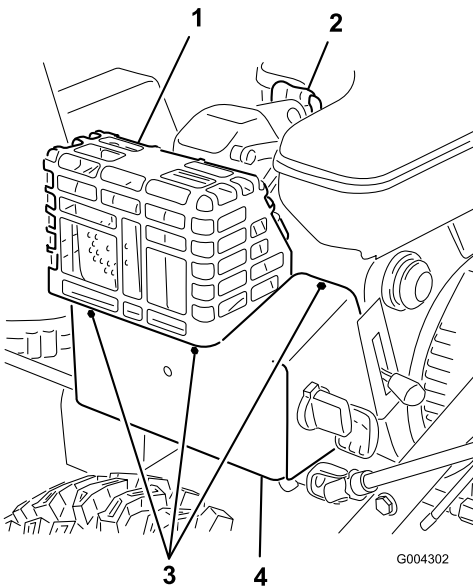

Figura 18
Togliete la scatola di riscaldamento del carburatore se azionate il motore a temperature superiori a 4°C (Figura 18).
1. Scollegate il cappellotto della candela e verificate che non la tocchi (Figura 18).
4. Togliete gli elementi che fissano la scatola di riscaldamento del carburatore (Figura 18).
1. Collegare il cappello alla candela (Figura 18).